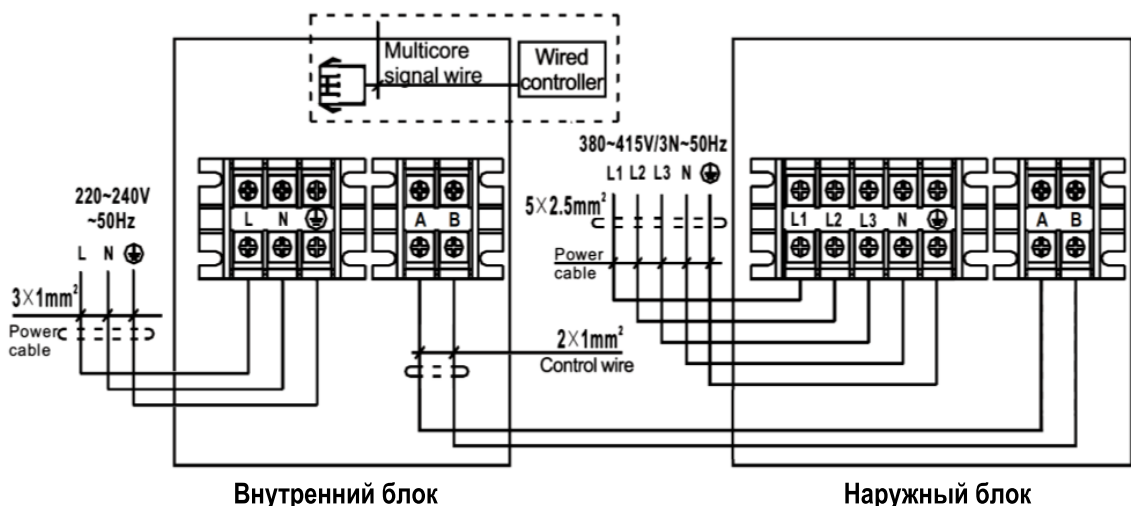

Рисунок 49 - Схемы межблочных электрических соединений
- На схемах электрических соединений (рис. 49) указаны минимально допустимые сечения питающих и межблочных кабелей.